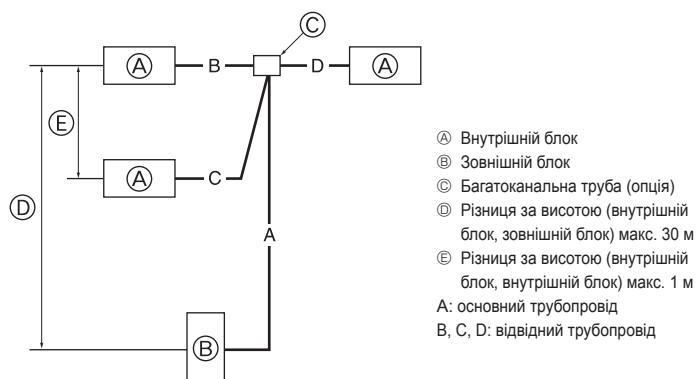

Fig. 4-8
4.8. Для подвійної/потрійної комбінації (Fig. 4-8)